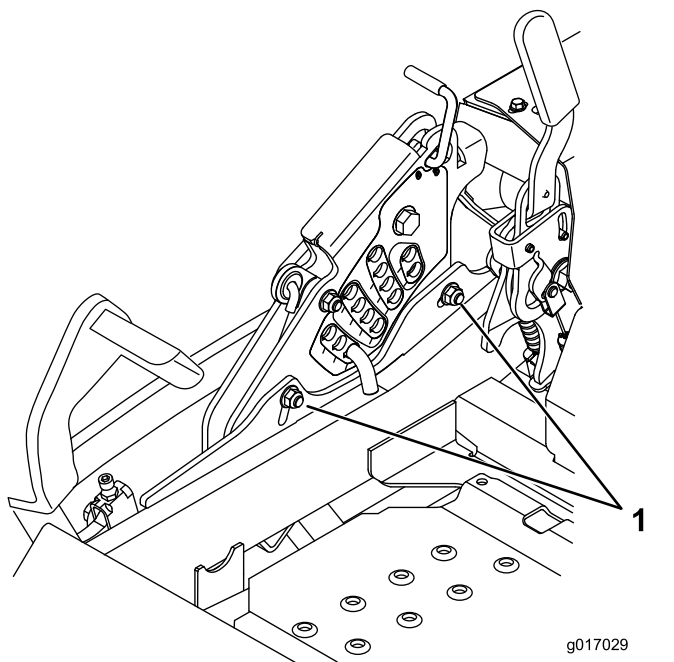

Figura 87
12. Para ajustar el sistema de ajuste de un solo punto, afloje los 2 pernos situados cerca del borde inferior de la pletina de altura de corte (Figura 87).
14. Apriete los 2 pernos en el borde inferior de la pletina de altura de corte (Figura 87).